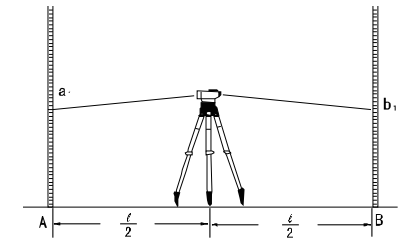

Fig.12
- (1) Fije el instrumento a medio camino entre a y b, el personal a y b serán 30 ~ 40m ausentes, las lecturas son a_1, b_1 (Fig. 12)